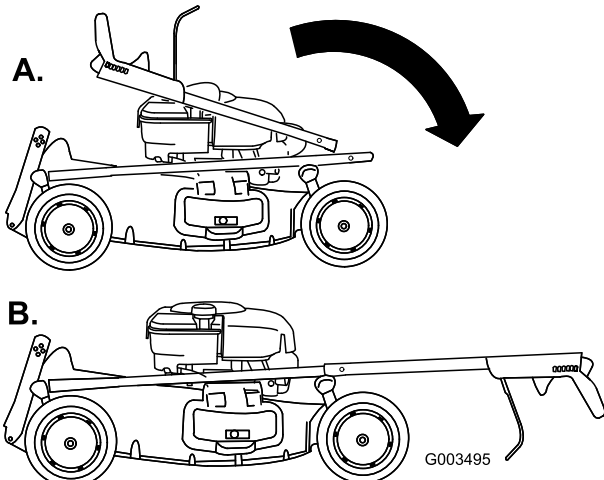

Figure 4
3. Pliez la partie supérieure du guidon en avant et placez les extrémités sur la partie inférieure de sorte que les deux parties s'adaptent parfaitement (Figure 4).